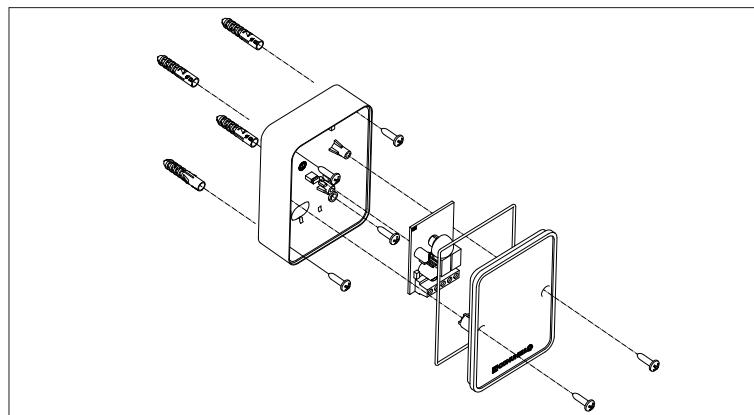

FIG. 2
- Dopo aver forato la scatola ai quattro angoli fissare le fotocellule alla parete (FIG. 1) o alla colonna (FIG. 2).
- Après avoir percé le boîtier aux quatre angles, fixer les photocellules au mur (FIG. 1) ou à la colonne (FIG. 2).
- Drill through the four corners of the box and then fix the photocells to the wall (FIG. 1) or post (FIG. 2).